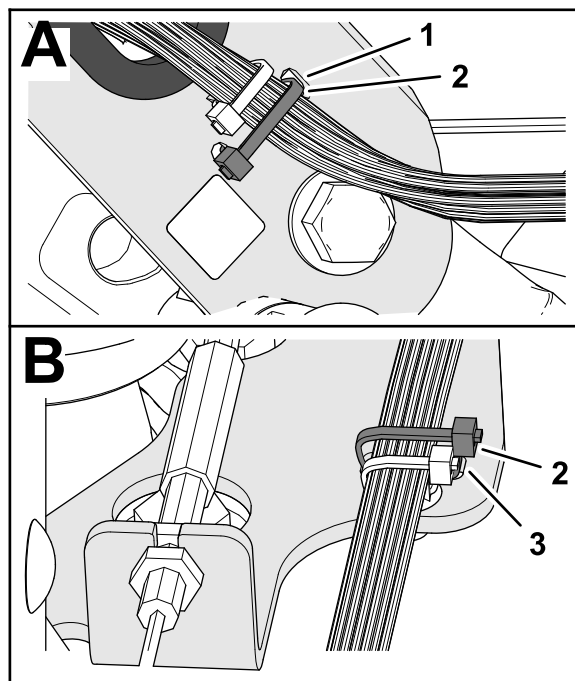

Figure 11
6. Attachez le faisceau de la machine sur le profilé du timon en passant un attache-câble dans les fentes du profilé (Figure 11).